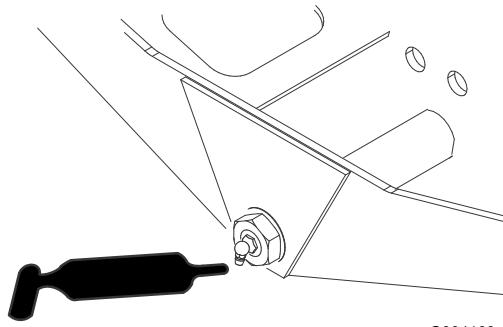

**Figura 48**
- Cilindros do braço de elevação da unidade de corte (2 de cada) (Figura 48)
- Articulações do braço de elevação (1 de cada) (Figura 48)